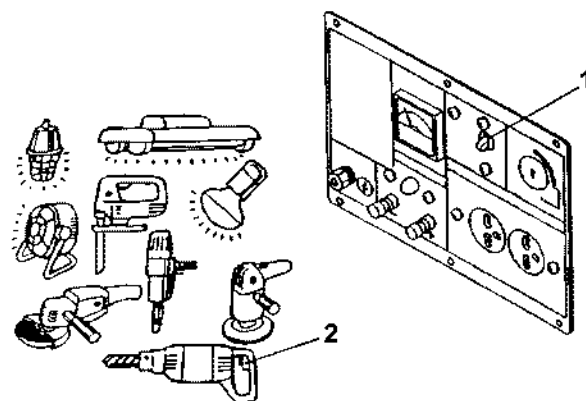

Рис. 64
1. Выключите рубильник (Рис. 64, (1)) дизельного генератора. Если подключена нагрузка, выключите (Рис. 64, (2)) подключенные устройства.
1. Выключите переключатели (Рис. 64, (2)) подключенных устройств и рубильник (Рис. 64, (1)) дизельного генератора.